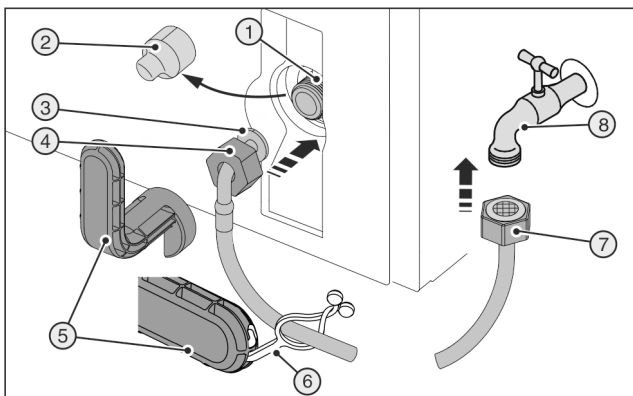
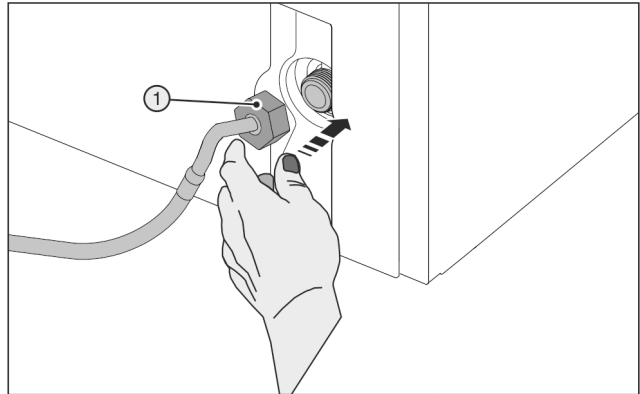

Fig. 45
Fig. 46
¡Rotura de una herramienta auxiliar Fig. 45 (5)!
- ▶ Utilice la herramienta auxiliar Fig. 45 (5) exclusivamente a temperatura ambiente.
- ▶ Retire la cubierta Fig. 45 (2).
- ▶ Se ha facilitado el montaje: coloque el extremo recto de la manguera Fig. 45 (7) hacia la izquierda sobre el suelo.
- ▶ Deslice la tuerca Fig. 45 (4) sobre el extremo de manguera acodado Fig. 45 (3) hasta el final y sujétela.
- ▶ Coloque la tuerca Fig. 46 (1) con cuidado y atorníllela en la rosca con los dos dedos hasta lograr un asiento seguro.
- ▶ Apriete la tuerca Fig. 46 (1) con la herramienta auxiliar Fig. 45 (5) en el sentido de las agujas del reloj hasta que se alcance el par máximo y la herramienta auxiliar Fig. 45 (5) sobregire.
- ▶ Atornille la tuerca Fig. 45 (7) en el grifo de cierre Fig. 45 (8).
- ▶ Apriete la tuerca Fig. 45 (7) con la herramienta auxiliar Fig. 45 (5) en el sentido de las agujas del reloj hasta que se alcance el par máximo y la herramienta auxiliar Fig. 45 (5) sobregire.
- ▶ Abra el grifo de cierre Fig. 45 (8) de la alimentación de agua y compruebe la estanqueidad de todo el sistema de agua.
- ▶ Enganche la lengüeta Fig. 45 (6) en la herramienta auxiliar Fig. 45 (5) y fíjela en la manguera de acero inoxidable para su conservación.